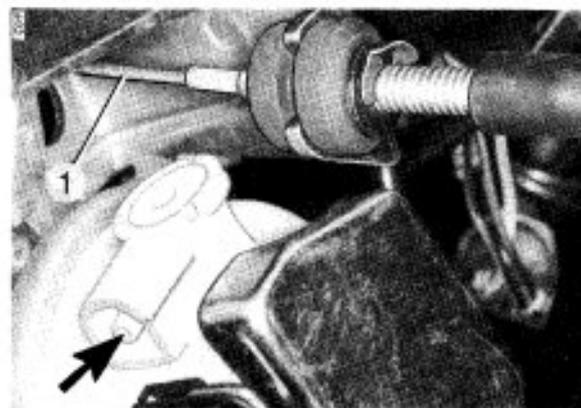

Bild 34
14. GASBETÄTIGUNG (Bild 34)
- Bowdenzug (1) mit Sicherungsklammer so einstellen, daß Vollgasanschlag am Vergaser gerade erreicht wird.
- Belüftende Seite (Pfeil, Bild 34) **direkt** am Drosselklappenansteller verschließen und Motor abstellen. Der Stößel des Drosselklappenanstellers wird dabei ganz zurückgezogen (Schubstellung).